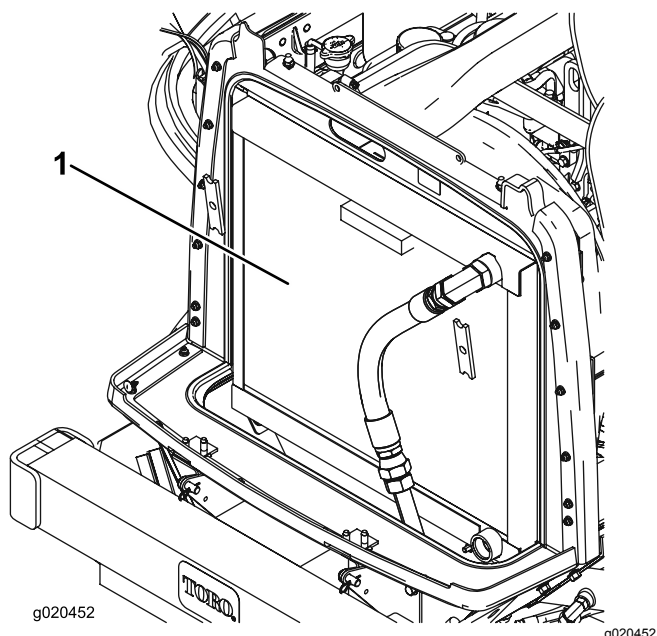

Figura 72
3. Limpie a fondo ambos lados de la zona del radiador/enfriador de aceite con aire comprimido (Figura 72).